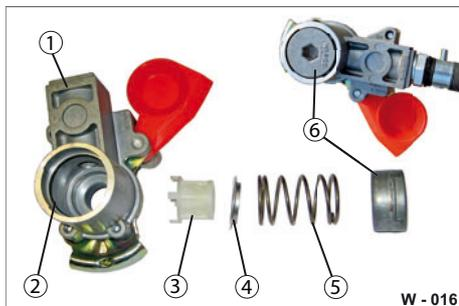

Abb. 47 Kupplungskopf zerlegt
- ▶ Drücken Sie den Deckel (Abb. 47/6) mit einem Innensechskant, bis zum Anschlag in das Gehäuse (Abb. 47/1) ein. Drehen Sie den Innensechskant um 90°. Deckel öffnet sich.
- ▶ Entnehmen Sie die Feder (Abb. 47/5), den Metallring (Abb. 47/4) und den Filter (Abb. 47/3) aus dem Gehäuse.
- ▶ Prüfen Sie die Dichtung (Abb. 47/2) auf Beschädigungen, Vorhandensein. Ersetzen Sie beschädigte Dichtungen.